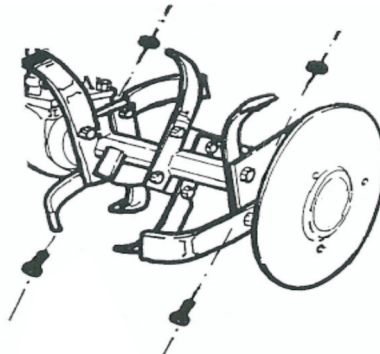

Рис. 8
6. На участке культивации для работы с фрезами снимите резиновые пневматические колеса с вала редуктора и установите на их место собранные фрезы с помощью болтов и гаек, которые прилагаются в комплекте (Рис. 8).